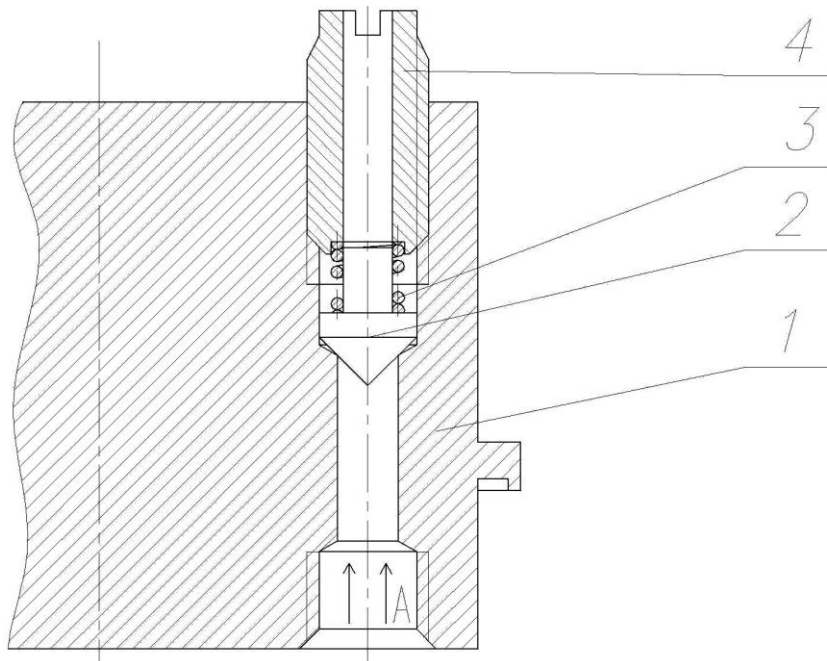

Рисунок 4. Устройство предохранительного клапана
13.2.1. Конструкция предохранительного клапана приведена на рис. 4.